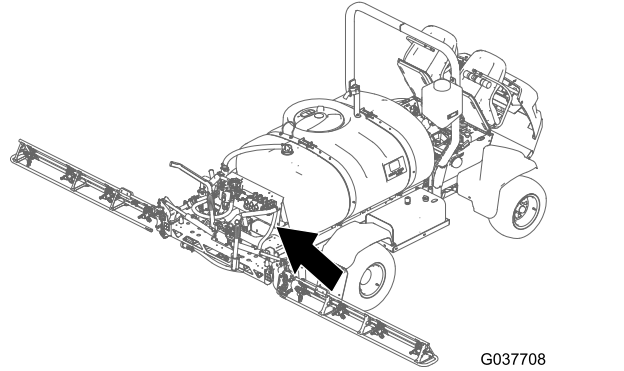
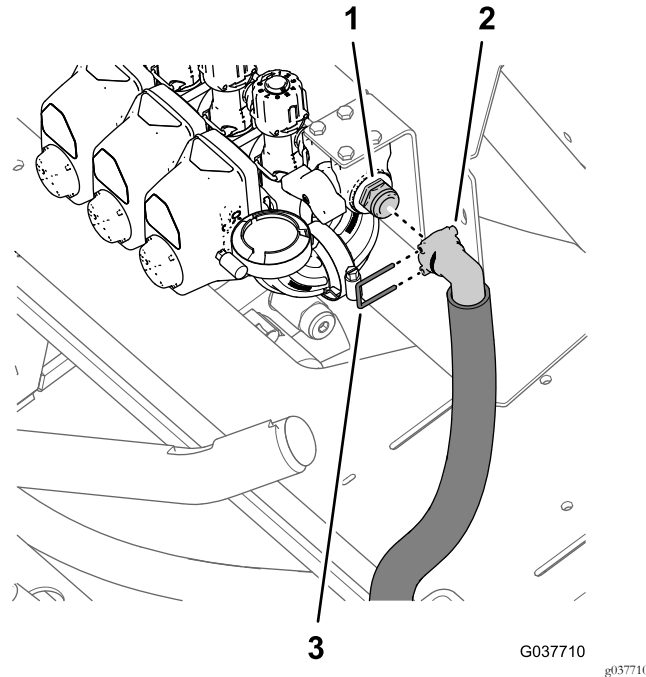

図 77
図 78
1. バイパスホース25 x 64cmの90°ホースフィッティングを、バイパス停止バルブのクイックコネクタフィッティングに取り付ける 図 77と 図 78。
2. バープ付き90°フィッティングを、クイックコネクタフィッティングに取り付けるバイパスホースドレンホースアセンブリに付属しているリテーナを使用する 図 78。